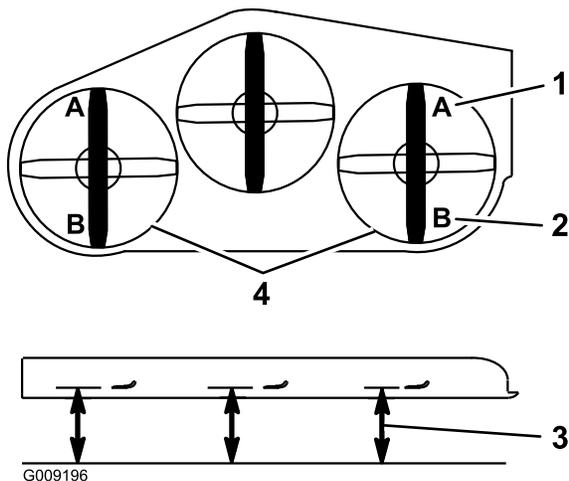

Figure 92
9. De chaque côté du tablier de coupe, mesurez la distance entre la surface plane et la pointe avant de la lame (position A). La distance obtenue doit être de 7,6 cm (3 po), comme illustré à la Figure 92.
15. De chaque côté du tablier de coupe, mesurez la distance entre la surface plane et la pointe arrière de la lame (position B), comme montré à la Figure 92.